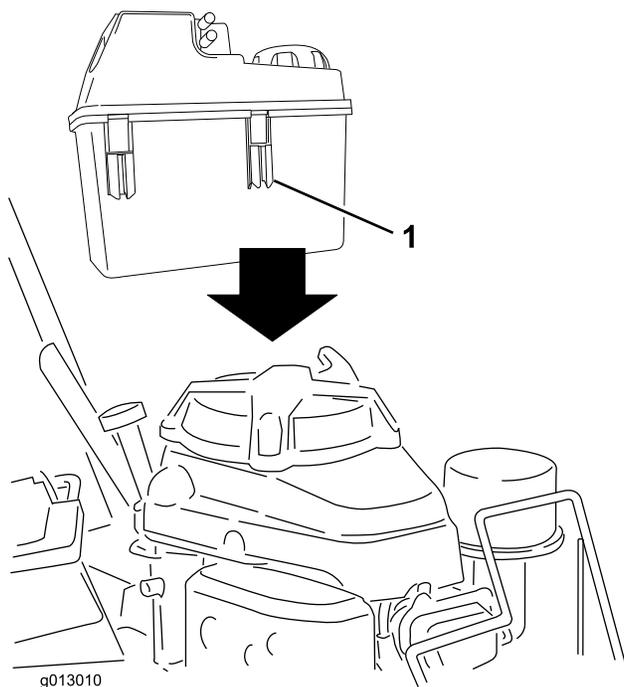

Figure 4
1. Glissez les clips en plastique situés à l'avant du réservoir sur le support du réservoir (Figure 4).